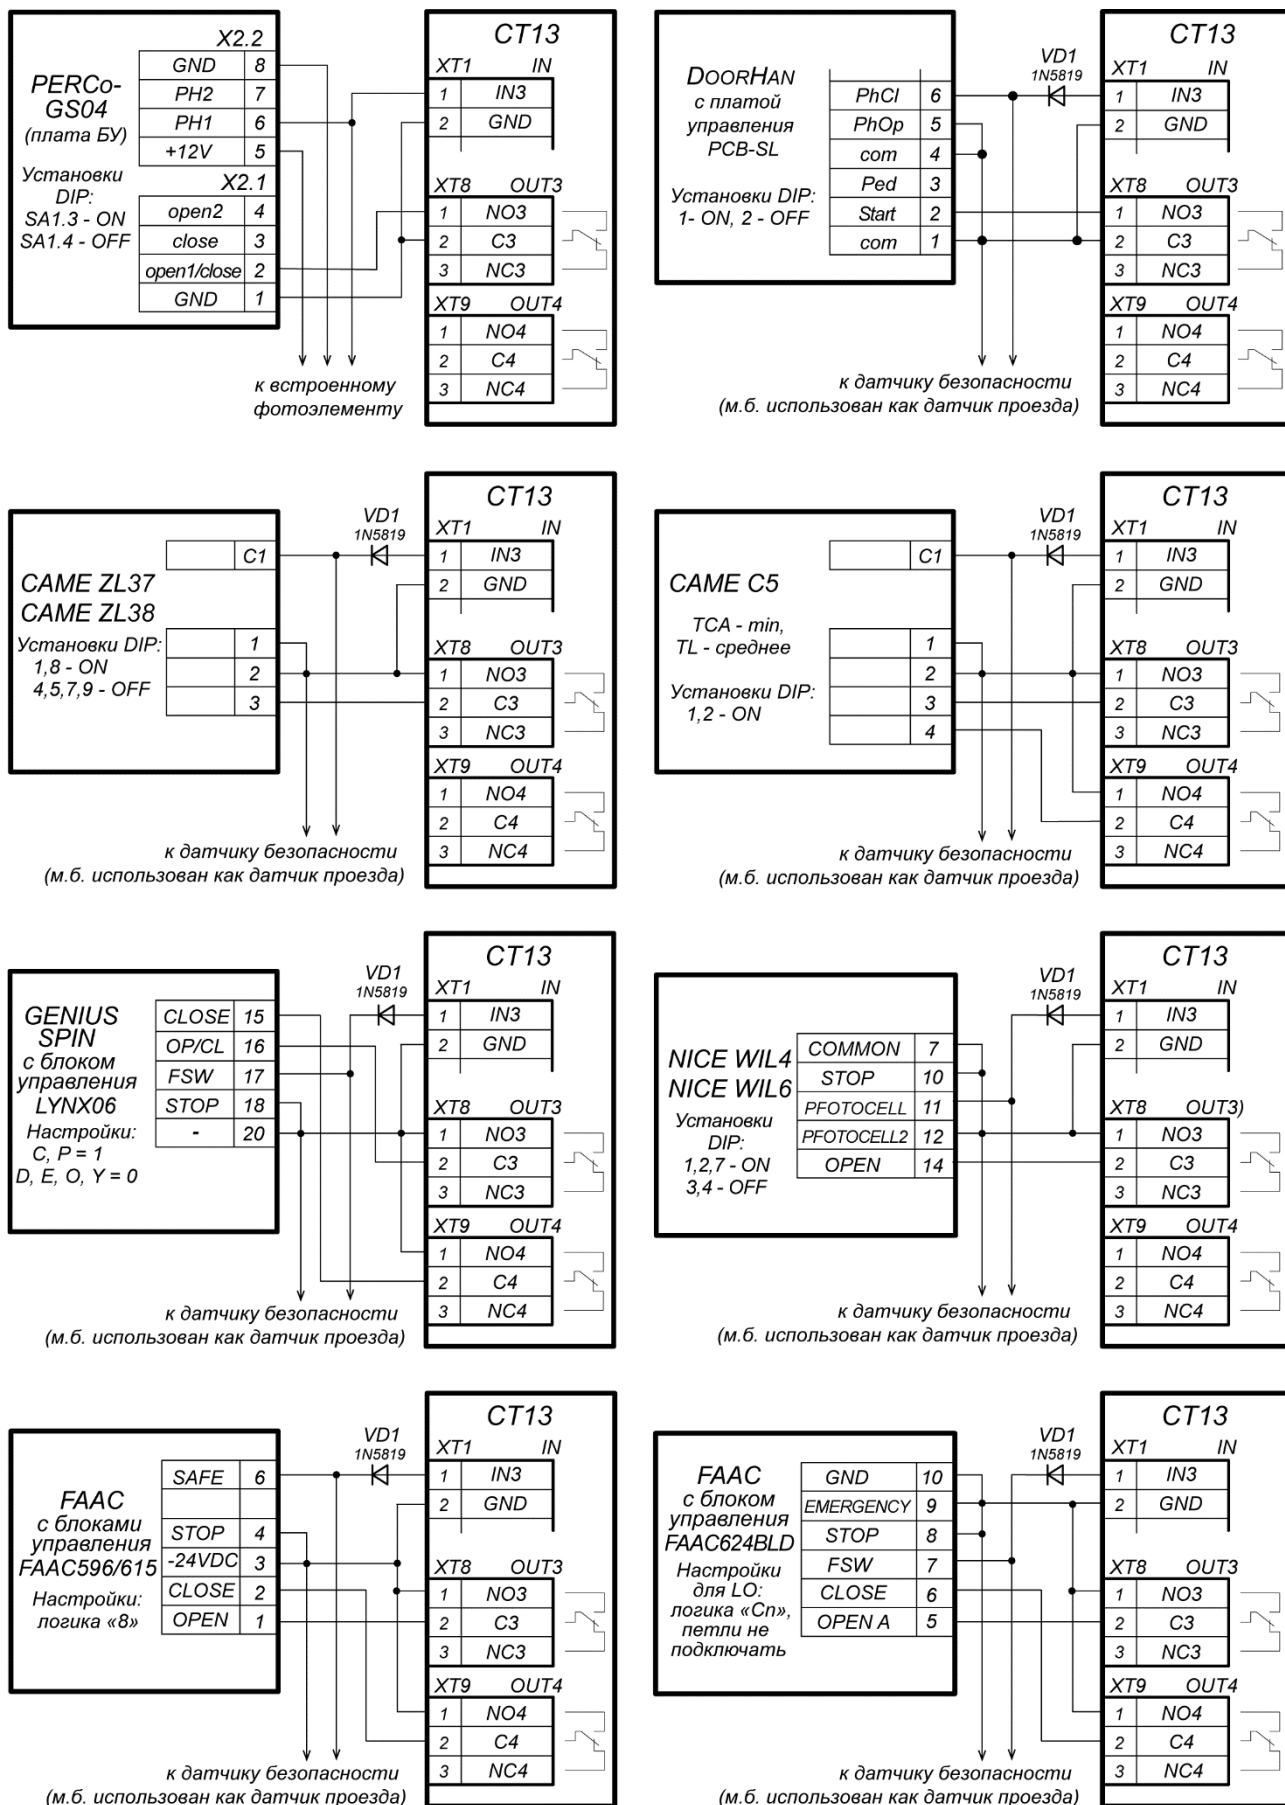

Рисунок 20. Примеры схем подключения шлагбаумов к контроллеру АТФ
2. Типовые схемы подключения ИУ АТП представлены на рис. 20.